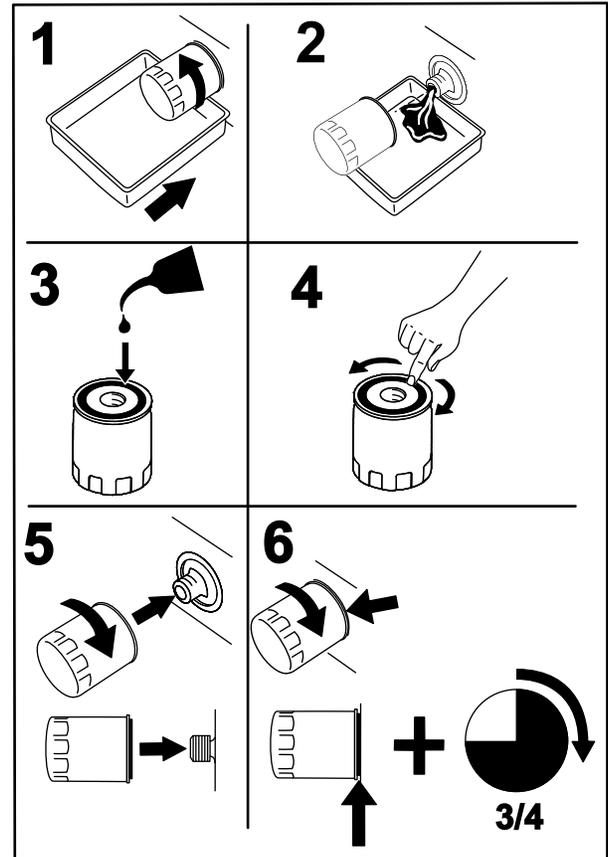

Figura 34
2. Cambiate il filtro dell'olio del motore (Figura 34).